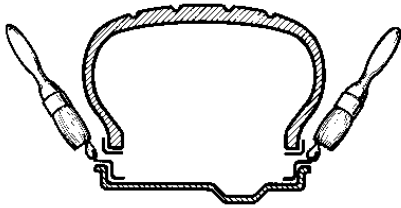

Fig.44
4. Graisser les talons et la surface de la jante (Fig.44).